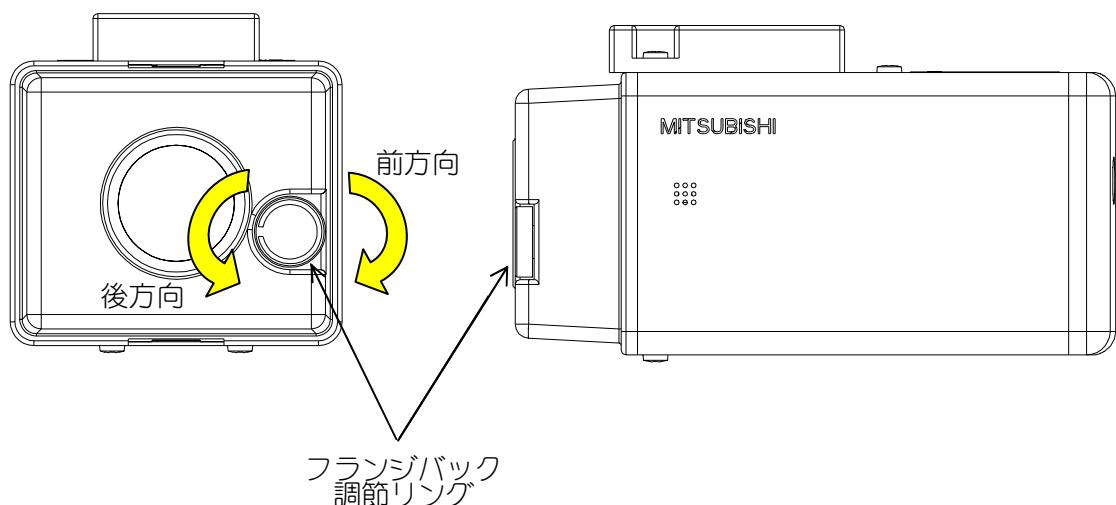

図 16-5 フランジバックの調整
- (1)アイリスを開放にして、フォーカスリングを∞に合わせて遠方の被写体を映します。入射光量が強い場合には、NDフィルタ等で減光してください。アイリスを絞りますと、焦点深度が変化し、正しい調節ができませんのでアイリスは必ず開放にしてください。
- (2)モニタの映像を確認しながら、図 16-5に示すフランジバック調節リングを回転させ、被写体にもっともフォーカスが合う位置に調節します。
- (3)距離が明確な近距離被写体（例えば 2m）を映し、フォーカスを合わせます。このとき、レンズのフォーカスリング指標が被写体の位置になることを確認してください。ずれている場合は、再度(1)の項目より調節をやり直してください。
- (1)アイリスを開放にし（必要により ND フィルタを使用してください）、ズームレンズを望遠（TELE）にして、遠くの被写体（10m 以上）を撮像し、レンズ側のフォーカスリングでフォーカスが合うように調節します。
- (2)次に広角（WIDE）一杯にします。焦点がずれている場合は、図 16-5に示すフランジバック調節リングを回転させ被写体にもっともフォーカスが合う位置に調節します。（3）ズーミングしてもフォーカスぼけが無くなるまで上記(1), (2)項を繰り返して調節します。